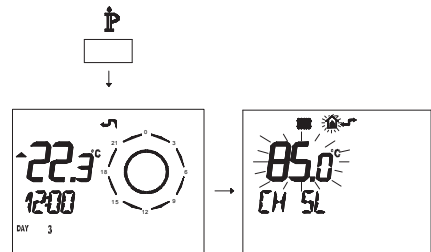

Figura 5.35
un **K 1,5** è illustrato nella Figura 5.35.
- Premere per più di 3 secondi il pulsante P per entrare in modalità **INFO** (Figura 5.35).